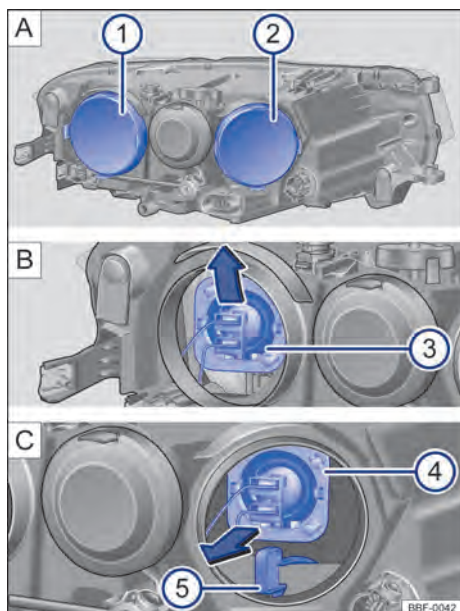

Fig. 187 No compartimento do motor:  farol baixo e  farol alto e luz de posição.
Remover a respectiva cobertura de borracha → Fig. 187   na parte traseira do farol.
**Farol baixo:** pressionar a lâmpada incandescente pelo soquete para baixo até desencaixá-la → Fig. 187 . Retirar a lâmpada incandescente puxando-a para trás.
Farol alto: pressionar a lâmpada incandescente pelo soquete para cima até desencaixá-la → Fig. 187 . Retirar a lâmpada incandescente puxando-a para trás.
Indicadores de direção: retirar o suporte da lâmpada com a lâmpada incandescente, puxando-o para trás → Fig. 187 .
**Farol baixo:** encaixar a lâmpada incandescente com o conector na abertura do farol e pressionar para dentro até que se trave firmemente → Fig. 187 . O ressalto da lâmpada incandescente deve estar voltado para cima e ser montado no encaixe do refletor do farol.
Farol alto: encaixar a lâmpada incandescente com o conector na abertura do farol e pressionar para dentro até que se trave firmemente → Fig. 187 . O ressalto da lâmpada incandescente deve estar voltado para baixo e ser montado no encaixe do refletor do farol.
Indicadores de direção: inserir o suporte da lâmpada com a lâmpada incandescente no farol até o batente → Fig. 187 .